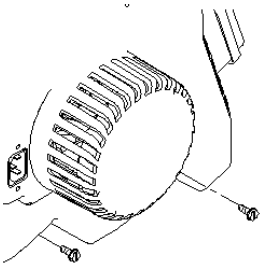

Fig. 1
1. Mettre le moteur en place avec les trois vis sur le logement du compresseur. Serrer les vis à 13,5 Nm (fig. 1).